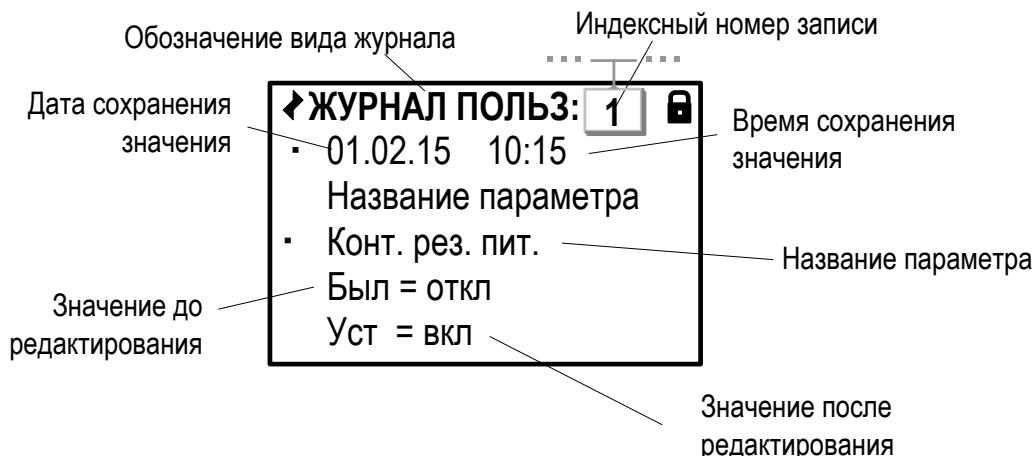

Рис.48. Вид окна индикации «Журнала пользователя».
7.3.7. Действия пользователя при выполнении настроек в ТВ фиксируются в **Журнале пользователя** (рис.48).